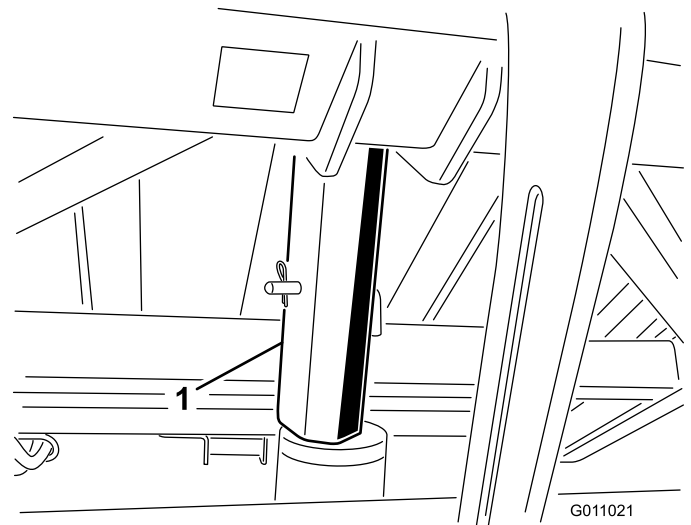

Figura 24
3. Insira o suporte de segurança do dispositivo de recolha na haste do cilindro certificando-se que a extremidade do suporte assenta no cilindro e na extremidade da haste do cilindro (Figura 24). Prenda o apoio de segurança do dispositivo de recolha na haste do cilindro com o contrapino e pino.